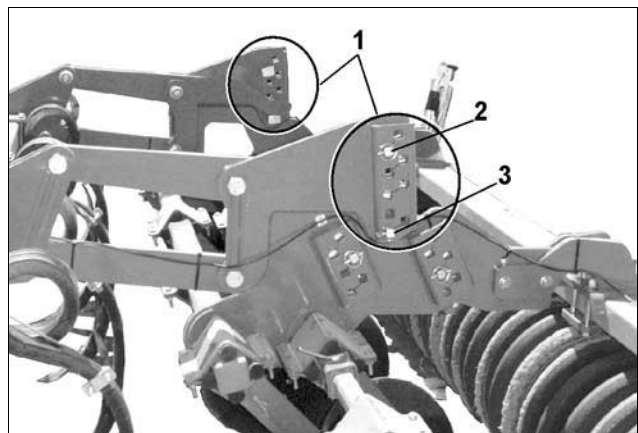

Fig. 11
Durch Versetzen des Excenter-Bolzens (Fig. 11/2) in einen der vorgegebenen Steckplätze (Fig. 11/1):
**Die angewählten Steckplätze (Fig. 11/1) müssen beidseitig übereinstimmen. Die an den Anschlägen der Excenterbolzen angebrachten Schlagzahlen sind auf beiden Geräteseiten gleich einzustellen.**
**Ist das Einzugsverhalten der Schare nicht ausreichend, den Excenterbolzen (Fig. 11/3) (direkt unterhalb der Walzenlenker). Hierdurch werden die Schare zusätzlich durch die Walze belastet.**